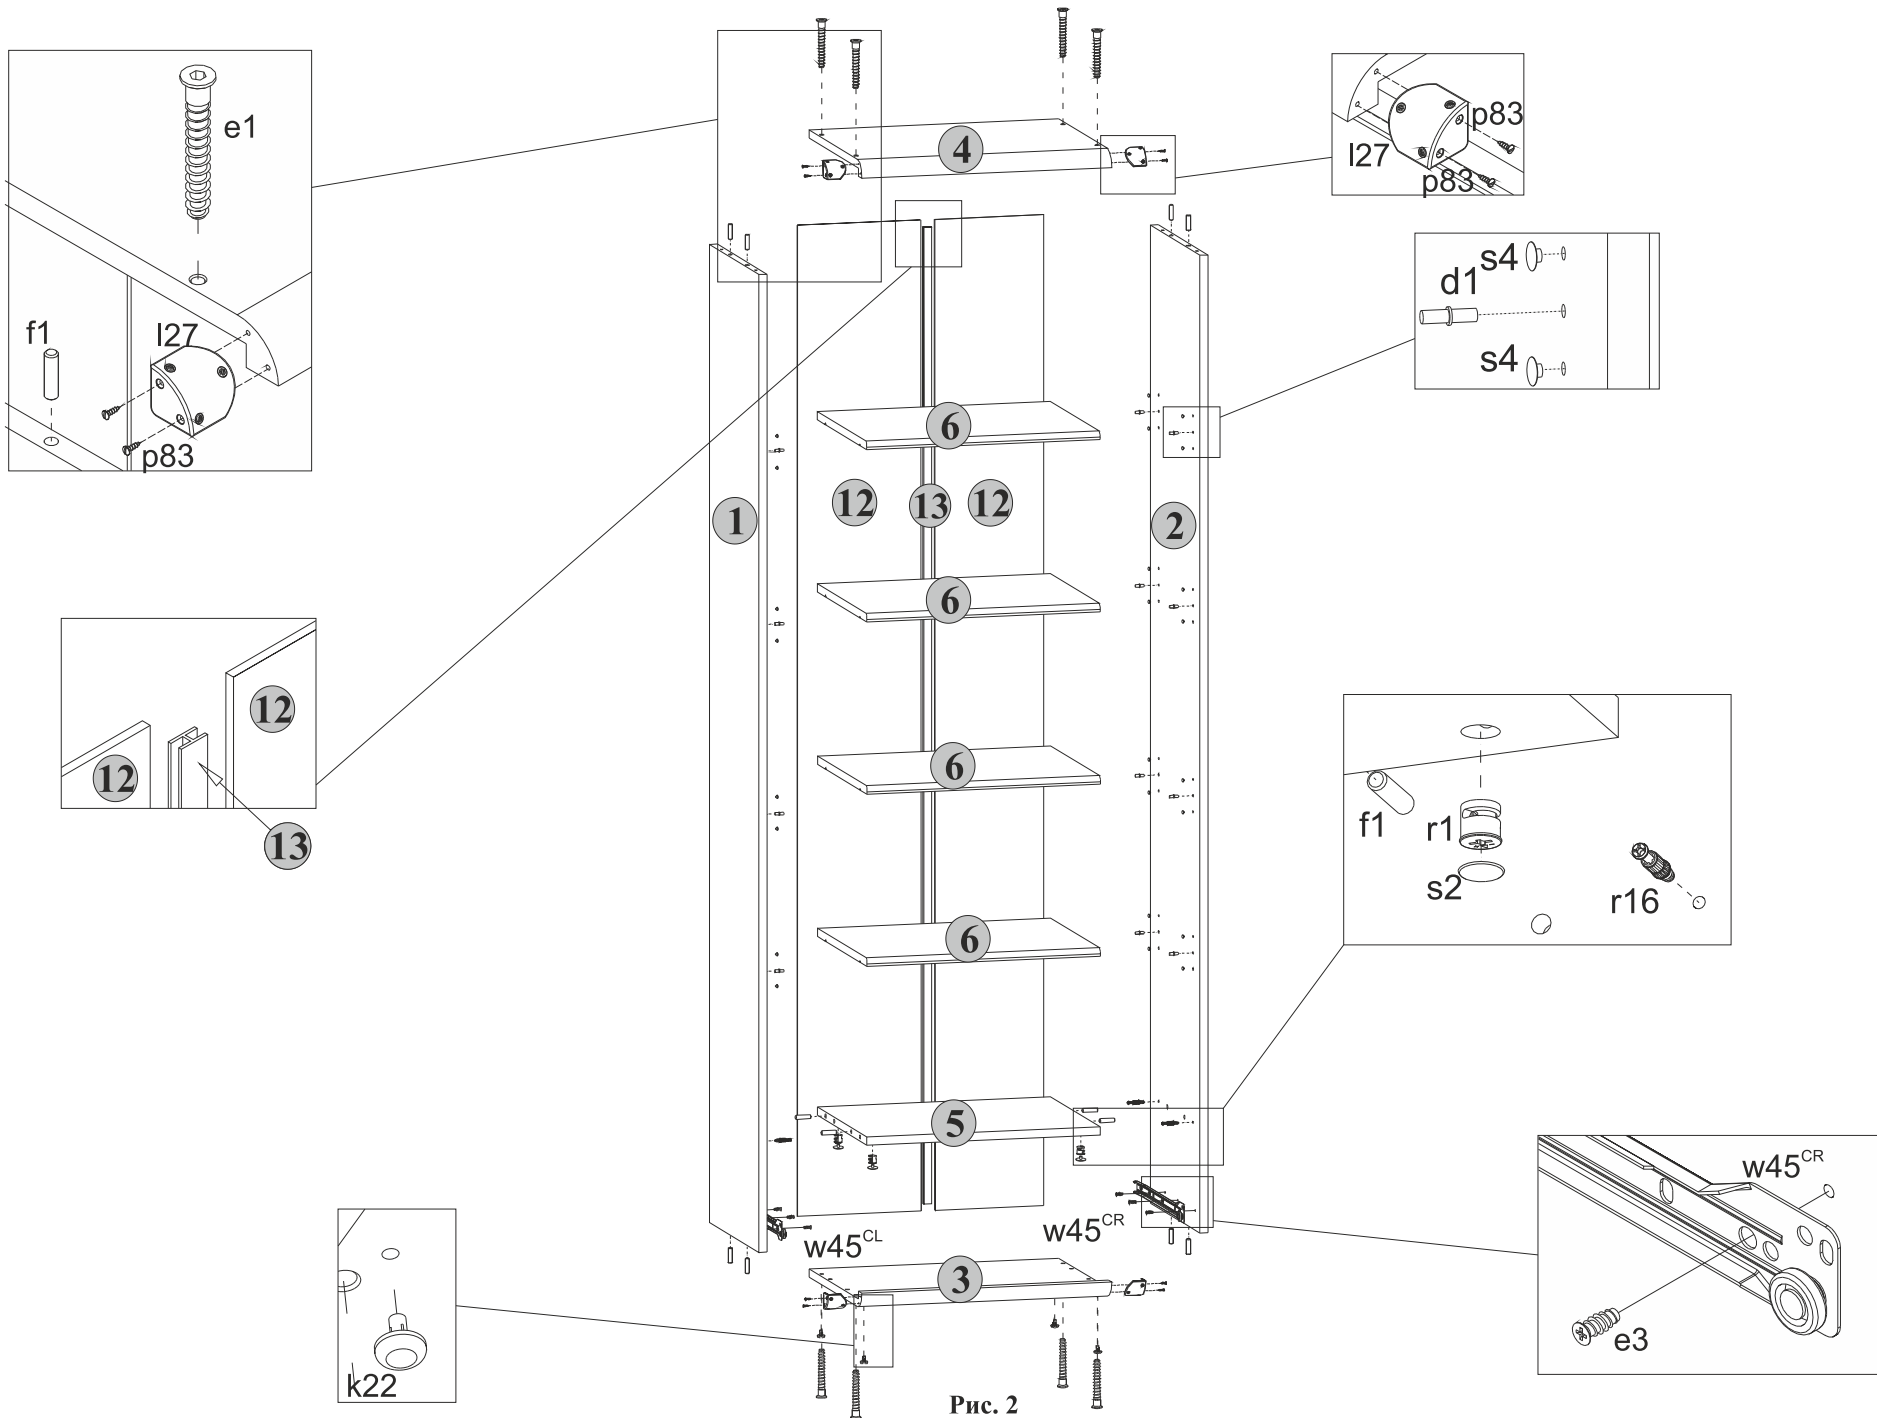

Рис. 2
5.4 В отверстия диаметром **5 мм** над направляющими **w45^{CL}** и **w45^{CR}** на внутренних поверхностях стенок боковых **1** и **2** вкрутить винты стяжки **r16**, пользуясь крестообразной отверткой (**см.рис. 2**).
5.5 В остальные отверстия диаметром **5 мм** на внутренних поверхностях стенок боковых **1** и **2** в зависимости от уровня расположения полок вкладных вставить полкодержатели **d1**. Оставшиеся отверстия закрыть заглушками **s4** (**см.рис. 2**).
5.6 На нижней поверхности полки соединительной **5** в отверстия диаметром **15 мм** вставить стяжки эксцентриковые **r1** (**см.рис. 2**).
5.7 В отверстия диаметром **4,5 мм** на нижней поверхности щита нижнего **3** вставить опоры полимерные **k22** (подпятники) (**см.рис. 2**).
5.9 К стенкам боковым **1** и **2** присоединить щиты нижний **3** и верхний **4** и стянуть еврошурупами **e1**, пользуясь специальным ключом **z1** из комплекта фурнитуры (**см.рис. 2**).
5.2 В отверстия диаметром **8 мм** на верхних и нижних кромках стенок боковых **1** и **2**, а также на боковых кромках полки соединительной **5** вбить деревянные шканты **f1** (**см.рис. 2**).